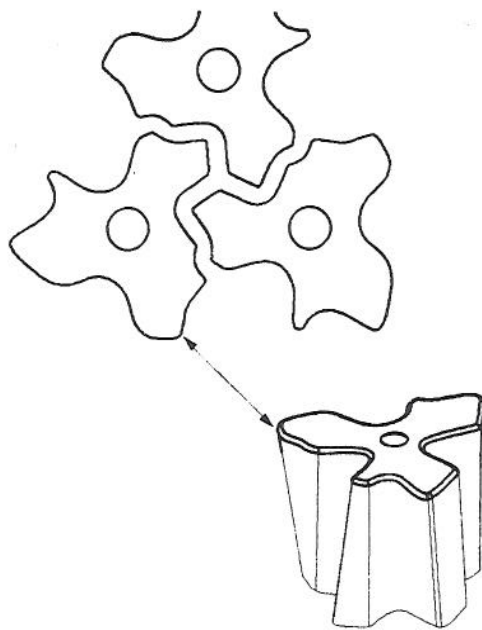
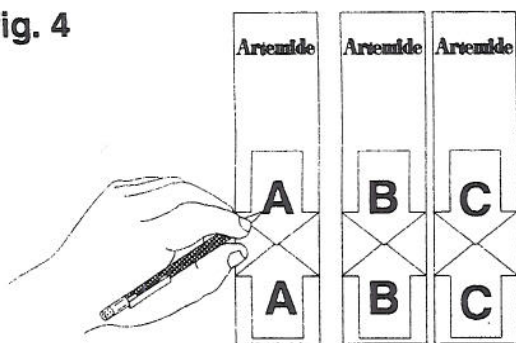

fig. 4
fig. 5
► Marquer sur les trois étiquettes fournies avec l'appareil les lettres A, B, C, (figure 4). Détacher la partie adhésive et la plier comme indiqué dans la figure 5 le long de la ligne en tirets.
► Write A, B, C, on the three labels included in the kit (figure 4). Remove the sticker and fold it as shown in figure 5, along the dotted line.